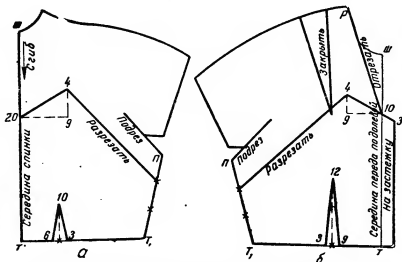

Рис. 305. Нанесение линий фасона лифа комбинированного платья с застёжкой посередине переда:
**С п и к а.** От точки Ш вниз посередине спинки откладывают 20 см (рис. 305, а). От точки 20 вправо проводят горизонтальную пунктирную линию и откладывают 9 см. От точки 9 вверх проводят вертикальную пунктирную линию и откладывают 4 см, точку 4 соединяют по линейке с точкой 20.
**Полочка.** От точки Ш вниз посередине переда откладывают 10 см (рис. 305, б), точку 10 соединяют по линейке с точкой Р. От точки 10 вправо проводят горизонтальную пунктирную линию и откладывают 9 см, от точки 9 вверх проводят вертикальную пунктирную линию и откладывают 4 см, точку 4 соединяют по линейке с точкой 10 так, чтобы линия вышла вправо за точку 10 на 3 см (для застёжки). Затем от точки 3 вниз проводят верти-